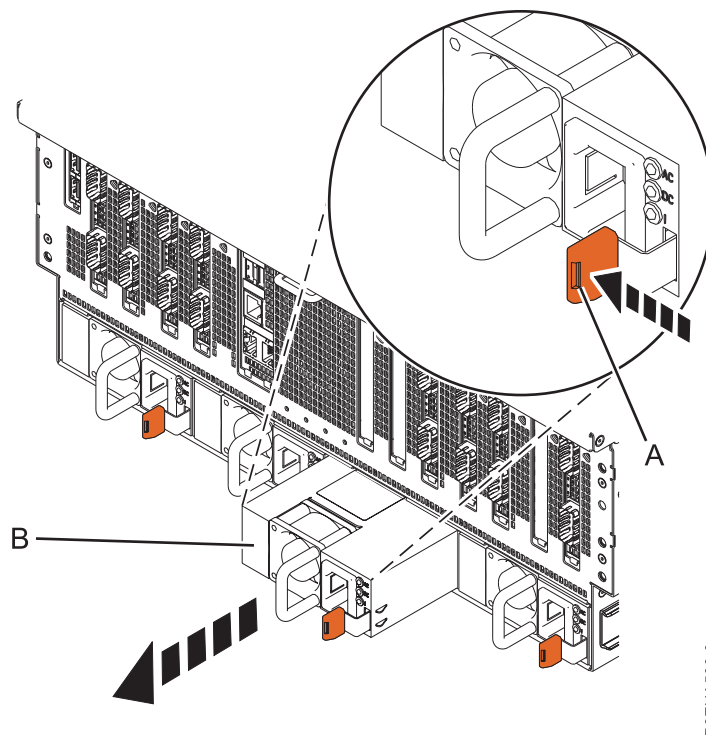

Figura 5. Removendo uma fonte de alimentação da traseira do chassi do sistema
2. Empurre a guia de bloqueio terracotta (A) na direção mostrada em Figura 5.
3. Puxe a fonte de alimentação (B) para fora do sistema, conforme mostrado em Figura 5.